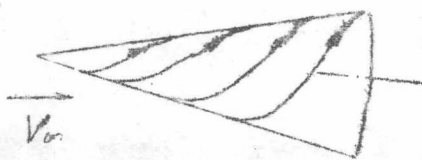

图 1.1 $\alpha < \alpha_c$
(1)尖头圆锥(或尖头细长体)的超声速绕流。随攻角增加,流动的情况是:小攻角时,流动为附体流,大攻角时流动出现分离,且分离线在先随攻角增加而移向背风边,然后到达某极限位置后不再改变,图1.1, 1.2是小攻角和大攻角情况下的表面流态。如果更细致的观察分离流动,在横向流马赫数 M_c 小于0.5时,根据攻角 α 的大小,它又可分为对称定常涡、非对称定常涡、交替变化的非定常涡、作随机运动的非定常涡等四种情况(图1.3)。 $M_c \leq 0.5$ 的流动,一般称之为亚临界流动。 $M_c > 0.5$ 的流动,称之为超临界流动,其结论性的流动分区的意见尚待进一步研究。即是 $M_c \leq 0.5$ 的分区,也是粗线条的,实际情况要复杂得多。